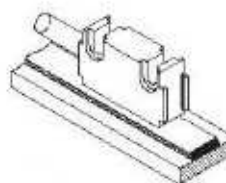
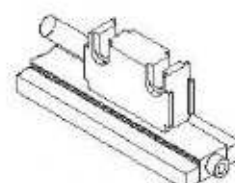
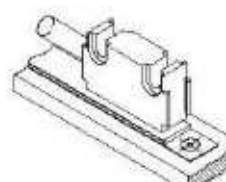

Fig.6-1:
Fig.6-2:
Fig.6-3:
- Fig.6-1: no se recomienda a menos que la banda se instale en un lugar seguro y protegido sin influencias medio ambientales. En espacios menos protegidos la banda se puede pelar. En tales casos, existen métodos de montaje más adecuados tal y como se muestra en la Fig.6-2: y en la Fig.6-3: Protege mejor el montaje en una ranura.